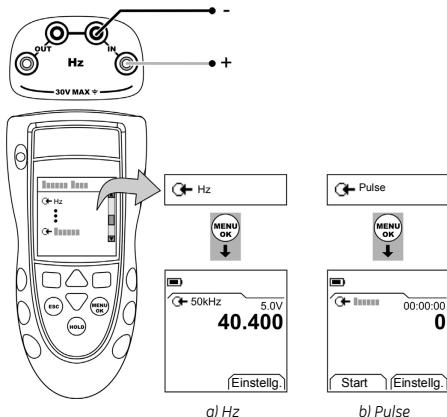

Abbildung 1: Beispielkonfiguration: Messen von Hz-Werten oder zählen von Pulsen
1. Schließen Sie das Gerät an (Abbildung 1) und ändern Sie ggf. die Option Konfig. (Tabelle 1).